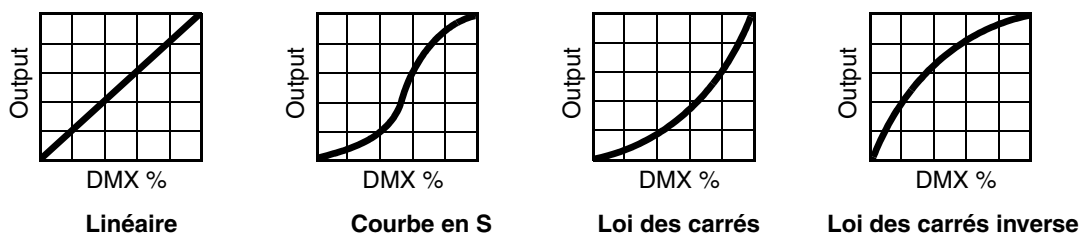

Figure 6: Courbes de gradation
- **DIMMER CURVE** fournit 4 courbes de gradation (voir Figure 6):